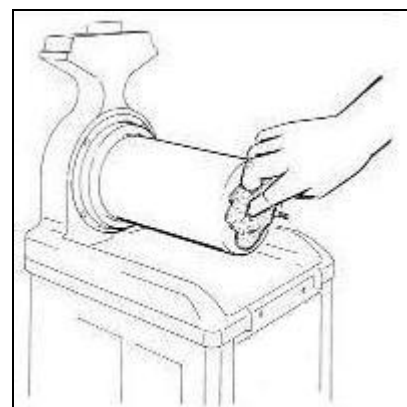

Fig. 18
- Lavez soigneusement l'évaporateur Z et le bac de condensation Y à l'aide d'une éponge imbibée d'eau claire, en éliminant tout produit résiduel (voir fig.18).